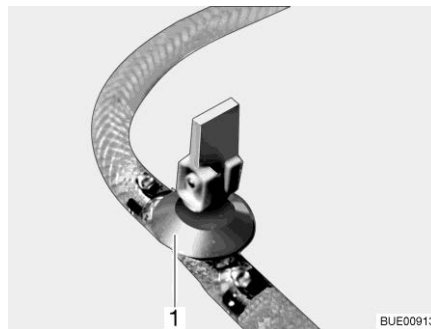

Bild 230 Avtappningskran
- Stäng avtappningskranen/avtappningskranarna. Ställ vipparmen (Bild 230,1) i vågrätt läge.
- Öppna avtappningskranen/avtappningskranarna (Bild 230). Ställ vipparmen (Bild 230,1) i lodrätt läge. Varmvattenberedaren töms utåt.